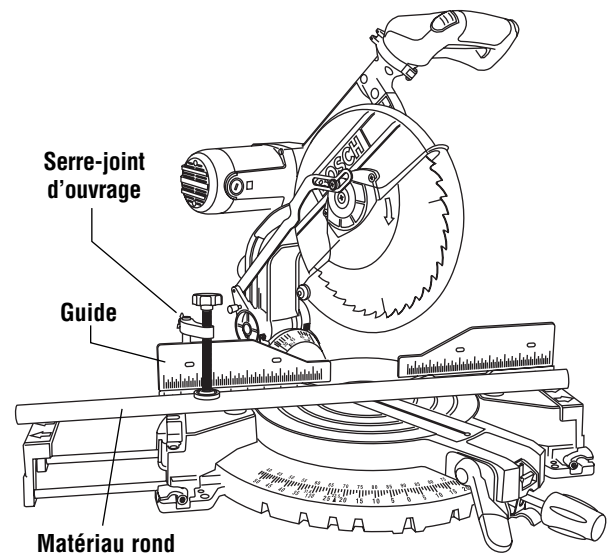

Figure 2. Matériau rond
**AVERTISSEMENT** Pour les matériaux ronds tels que les goujons ou les tubes, utilisez toujours un serre-joint ou un dispositif conçu de manière à cramponner l'ouvrage fermement contre le guide et la table. Les goujons ont tendance à rouler pendant qu'on les coupe, ce qui amène la lame à « mordre » et tire l'ouvrage et votre main dans la lame (Figure 2).